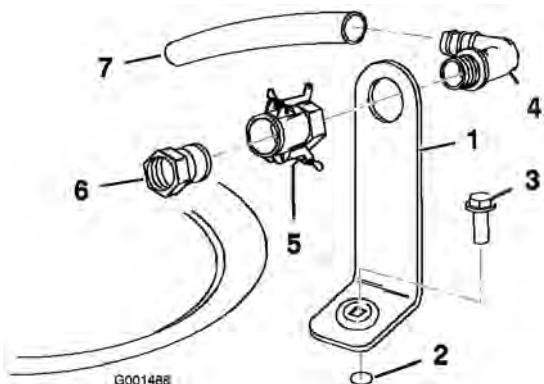

Figure 3
- Placez le support de prise de remplissage au-dessus du trou fileté de la cuve et fixez-le avec un boulon à embase (5/16 x 3/4 pouce) (Figure 3).
- Passez l'extrémité filetée du raccord coudé dans le trou du support et vissez-y le raccord rapide pour le fixer au support (Figure 3).
- Raccordez l'adaptateur de flexible au raccord rapide (Figure 3).
- Bloquez l'adaptateur en place en basculant les leviers vers l'adaptateur puis en les fixant en position avec les goupilles fendues (Figure 3).
- Placez le flexible anti-siphonnage sur l'extrémité cannelée du raccord coudé 90 degrés (Figure 3).